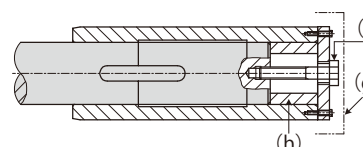

図5-16 特殊な場合の抜け止め
- ①被動軸が図5-16のように段がない場合、ディスタンスリング(h)を使用して固定してください。(ディスタンスリング(h)は付属していません)ディスタンスリングのサイズはP16表5-3をご参照ください。